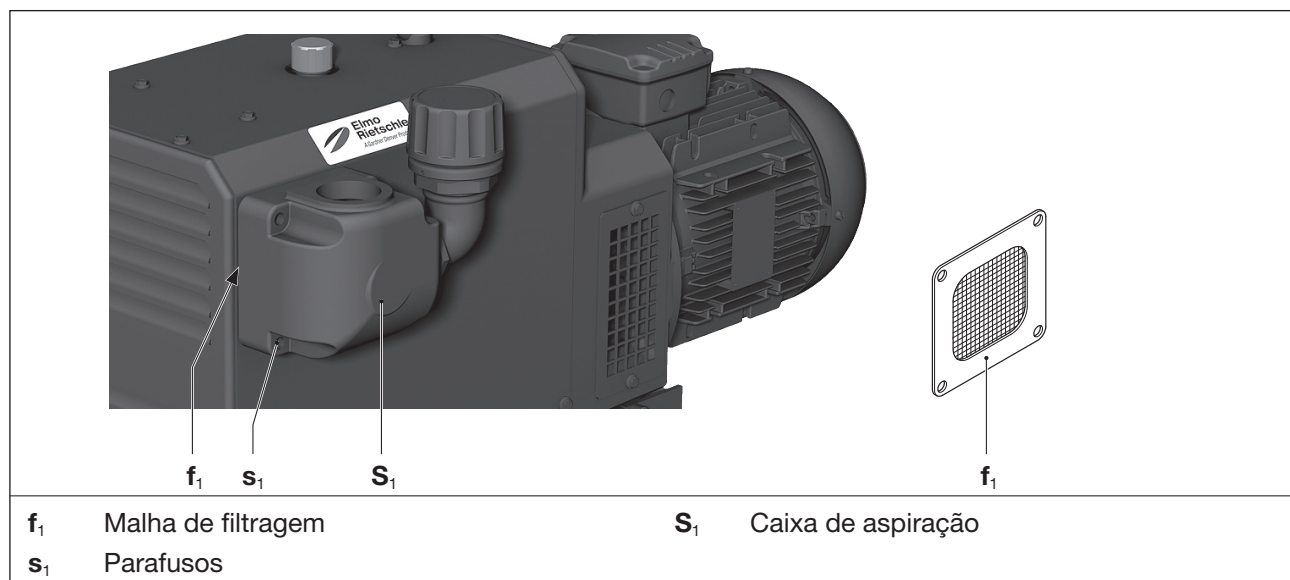

Fig. 9 Malha de filtragem na caixa de aspiração
- Soltar os quatro parafusos (Fig. 9/s₁) da caixa de aspiração (Fig. 9/S₁).
- Retirar a caixa de aspiração (Fig. 9/S₁) e a malha de filtragem (Fig. 9/f₁) da bomba.